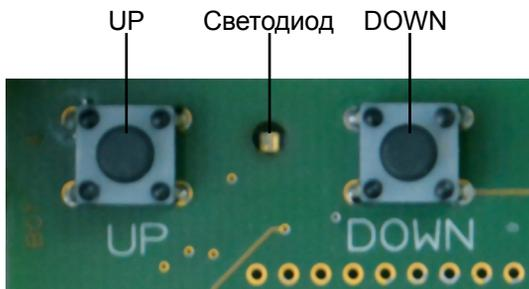

Рисунок 5
- 3.8 Помимо проверки работоспособности с помощью эталонов влажности возможно произвести калибровку датчика. Для этого используются 2 кнопки (“UP” и “DOWN”) и светодиод (см. Рисунок 5).